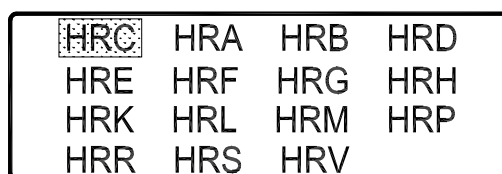

图 1
4. 开始修正。在初始菜单状态下，依次、连续按“ENTER”、“ENTER”、“▲”、“ENTER”键，此时出现图 1 画面，表示进入修正状态。
9. 按“MENU”，画面返回到图 1，可以选择进行其他标尺的修正。